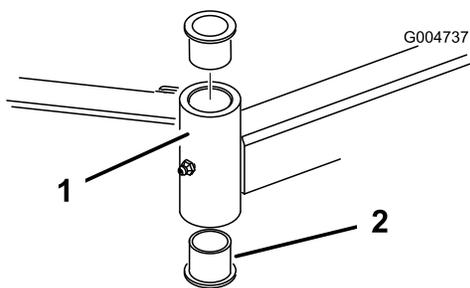

Figura 19
4. Introduza um punção para cavilhas na zona superior ou inferior do tubo de montagem e retire o casquilho para fora do tubo (Figura 19). Retire igualmente o outro casquilho do tubo. Limpe o interior dos tubos para remover a sujidade.